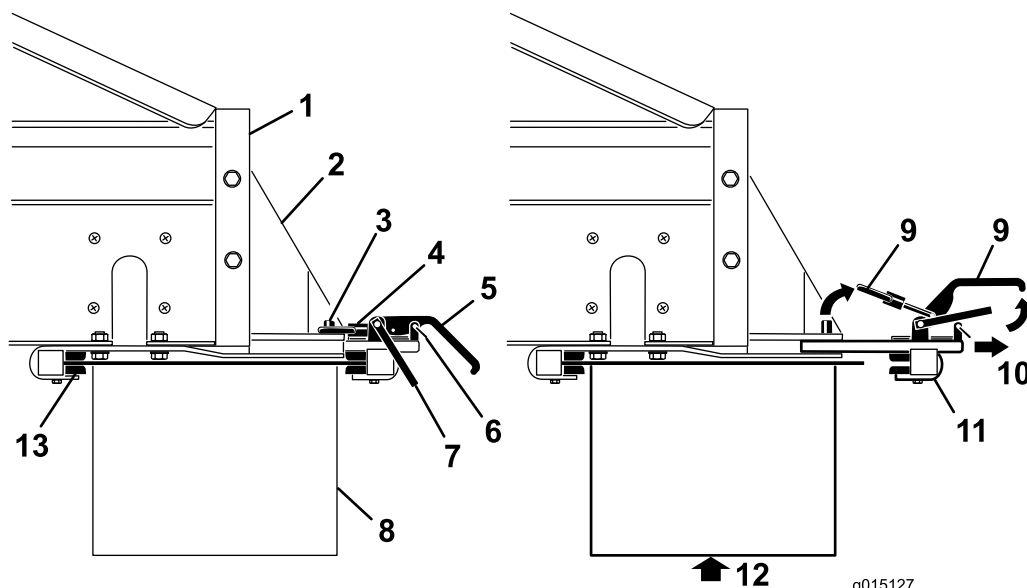

Figure 49
3. Retirez les clips des verrous de sécurité sur les poignées de serrage (Figure 49).
4. Levez le verrou de sécurité, puis levez les poignées des brides de fixation de l'accessoire et dégagez les bagues de blocage des goupilles de blocage (Figure 49).
5. Sortez la fixation rapide arrière d'accessoire des fentes de montage (Figure 49).
6. En vous faisant aider par une autre personne, insérez le bord avant du transporteur transversal/pivot vers le haut et sous l'arrière de la machine; dans les fixations avant sur les supports (Figure 49).
7. Tout en soutenant le transporteur transversal/pivot, glissez la fixation arrière dans les fentes des supports et par-dessus le bord arrière (Figure 49).
9. Reposez les clips des verrous de sécurité sur les poignées des brides de fixation (Figure 49).